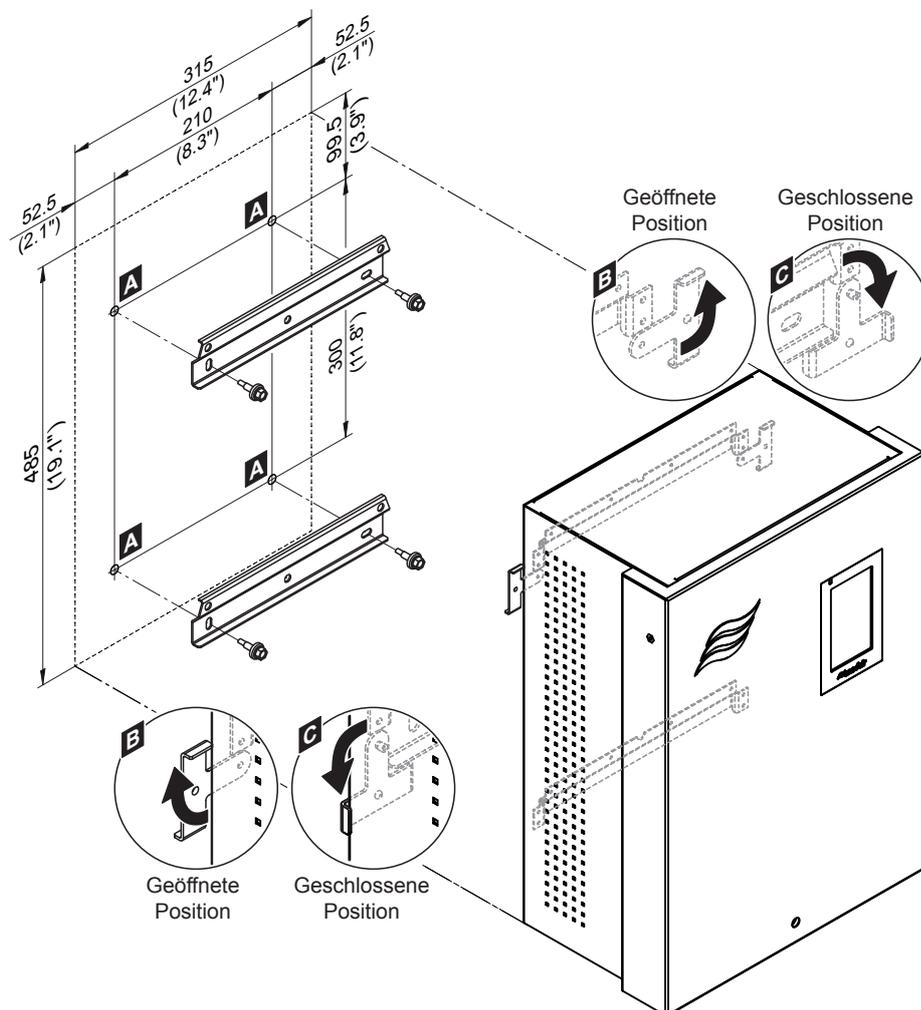

Abb. 43: Steuereinheit Condair ME Control montieren
3. Die Arretierungslaschen auf beiden Seiten der Steuereinheit nach aussen drehen (geöffnete Position, siehe Detail "B" in Abb. 43).
4. Die Steuereinheit in die Wandhalterungen einhängen. Anschliessend die beiden Arretierungslaschen auf der Rückwand der Steuereinheit nach innen drehen (geschlossene Position, siehe Detail "C" in Abb. 43), um die Steuereinheit an der oberen Wandhalterung zu fixieren.